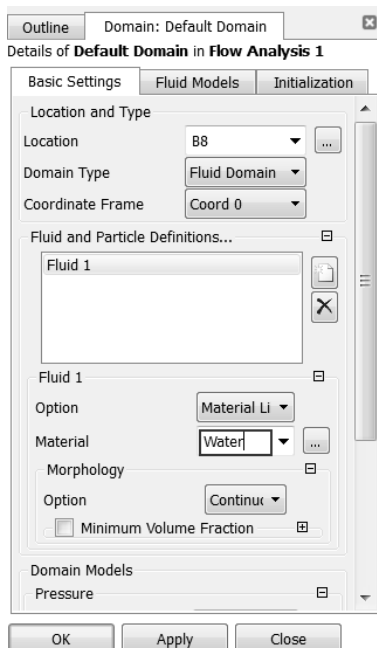

图 17-20 设置计算域
Step4：在如图 17-20 所示对话框的 Basic Settings 选项卡的 Material 中选择 Water 材料。